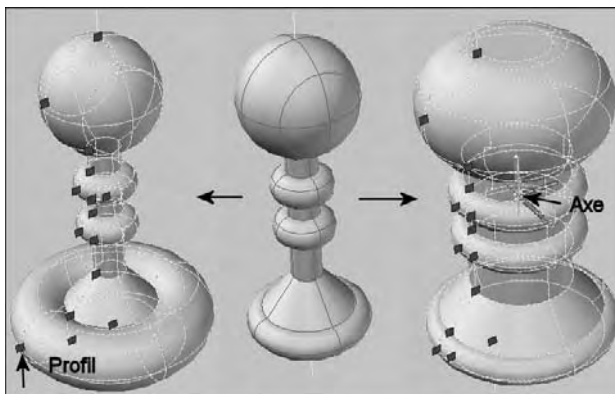

Fig.7.6
- **Solides et surfaces de révolution** : les solides et les surfaces de révolution affichent des poignées sur leur profil de révolution au début du solide ou de la surface. Vous pouvez utiliser ces poignées pour modifier le profil du solide ou de la surface. Une poignée est également affichée à l'extrémité de l'axe de révolution. Vous pouvez repositionner l'axe de révolution en sélectionnant cette poignée et en choisissant un autre emplacement (fig.7.6).